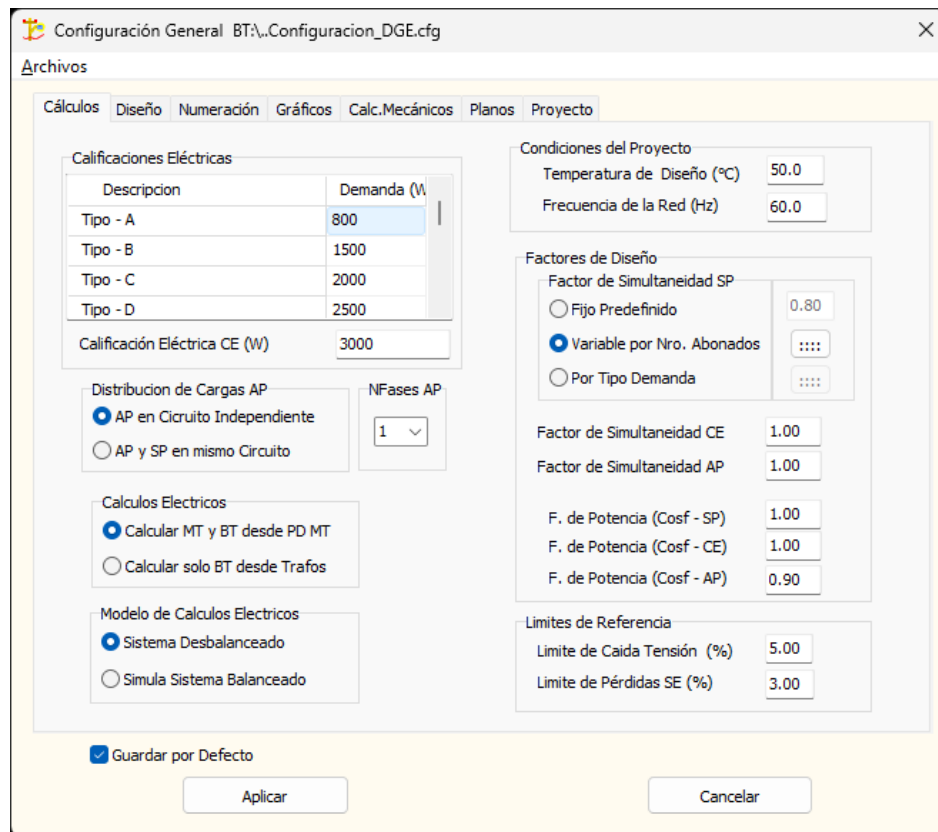

Fig. 2.2
- Existen diferencias notorias en **configuración general BT**. (Ver Fig. 2.2)